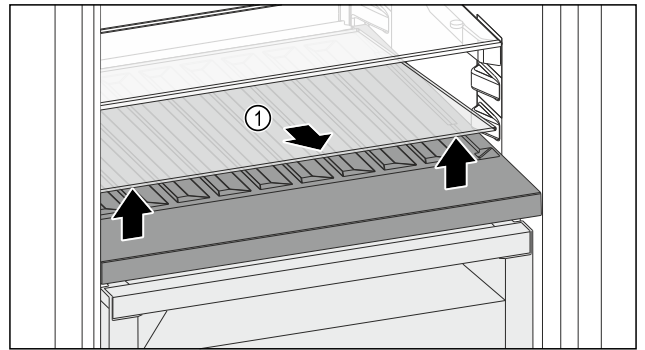

Fig. 149
- Glasplatte Fig. 149 (1) an der Aussparung vorne anheben und herausnehmen.
- Glasplatte Fig. 149 (1) außerhalb des Geräts sicher aufbewahren.
- Glasplatte (2) unter der variablen Flaschenablage einlegen.